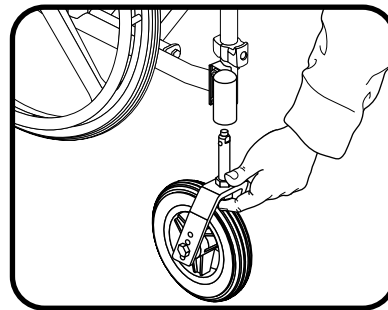

Figura 25. Forcella ad estrazione rapida
Le ruote anteriori sono facilmente rimovibili. Vedere figura 25.
1. Premere il pulsante di rilascio rapido e staccare le ruote. Vedere figura 25.